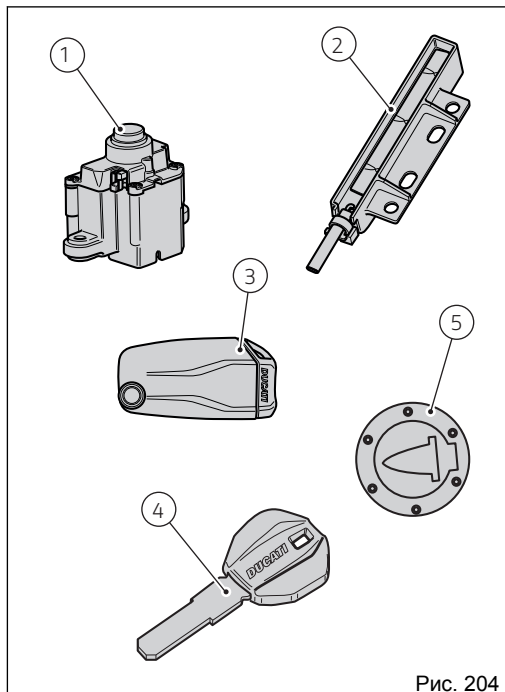

Рис. 204
Блок Hands free (1, Рис. 204) расположен в передней части топливного бака. Для доступа к нему достаточно снять защитную крышку (8), приподнимая ее вверх.
Включение осуществляется посредством кнопки (6), расположенной на руле, при наличии активного ключа (3, Рис. 204).
Выключение осуществляется кнопкой (6) на руле даже без ключа (3, Рис. 204) но при условии, что скорость мотоцикла равна нулю.
Включение зажигания осуществляется посредством кнопки (7), расположенной на блоке системы Hands free (1, Рис. 204), при наличии активного ключа (3, Рис. 204).
Выключение осуществляется посредством кнопки (7), расположенной на блоке Hands free (1, Рис. 204), даже при отсутствии ключа (3, Рис. 204).
Включение осуществляется посредством серой кнопки (6), расположенной на руле, при наличии пассивного ключа (4, Рис. 204).
Выключение зажигания осуществляется серой кнопкой (6) на руле даже без ключа (4, Рис. 204), но при условии, что скорость мотоцикла равна нулю.
Включение осуществляется посредством кнопки (7), расположенной на блоке системы Hands free, при наличии пассивного ключа (4, Рис. 204).
Выключение осуществляется посредством кнопки (7), расположенной на блоке Hands free (1, Рис. 204), даже при отсутствии ключа (4, Рис. 204).
Включение зажигания происходит нажатием кнопки (7) на блоке системы hands free (1, Рис. 204) без наличия ключей (3) и (4) путем ввода pin-кода на приборной панели.